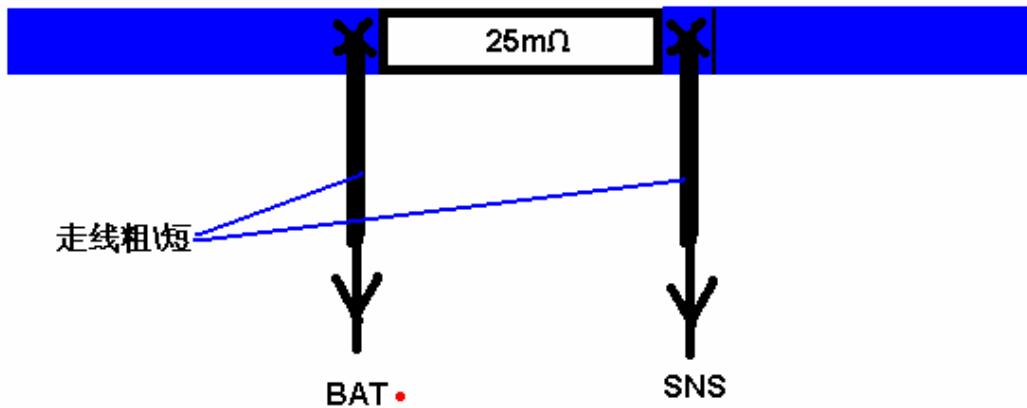

图 3、12、13 脚走线示意图
- 3、 如图 3 所示，12、13 脚为电流信号检测脚，走线尽量粗、短；特别是在电流很小的情况下，检流电阻上的信号相对微弱，所以尽量避免受到干扰(比如避免走线从电感底下穿过等)